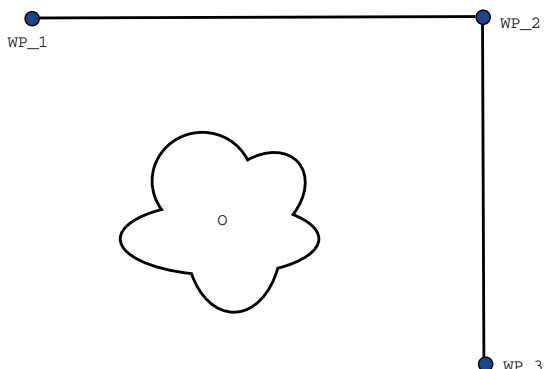

Figura 14.2: WP\_1: posición inicial, WP\_2: punto de la ruta, WP\_3: posición de recogida, O: obstáculo.
**Ejemplo** Tomemos como ejemplo una aplicación de carga y descarga (consulte figura 14.2), en la que el robot se encuentra en ese momento en el punto de paso 1 (WP\_1) y necesita recoger un objeto en el punto de paso 3 (WP\_3). Para evitar colisiones con el objeto y otros